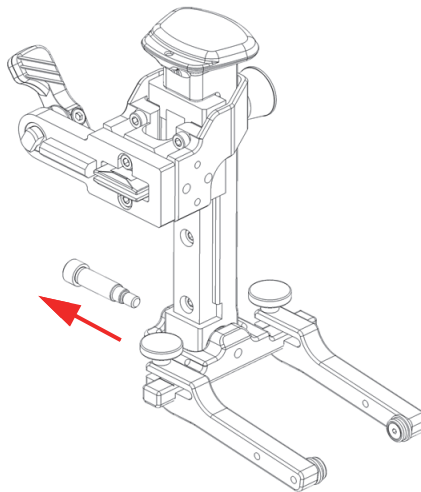

Figura 2-21 Rimozione della vite della traversa rotante della staffa
4. Rimuovere la vite della traversa rotante della staffa con una chiave a brugola da 2,5 mm (Figura 2-21 a pagina 57).